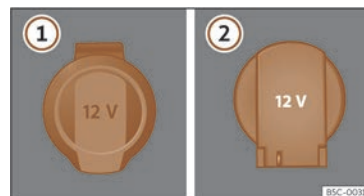

Fig. 143 Presa de corrent de 12 volts: (1) a l'interior del reposabraços davanter, (2) al maleter.
- Aixegueu la tapa de la presa de corrent »» **fig. 143 (1)**.
- Aixequeu la tapa de la presa de corrent >>> **fig. 143** ②.